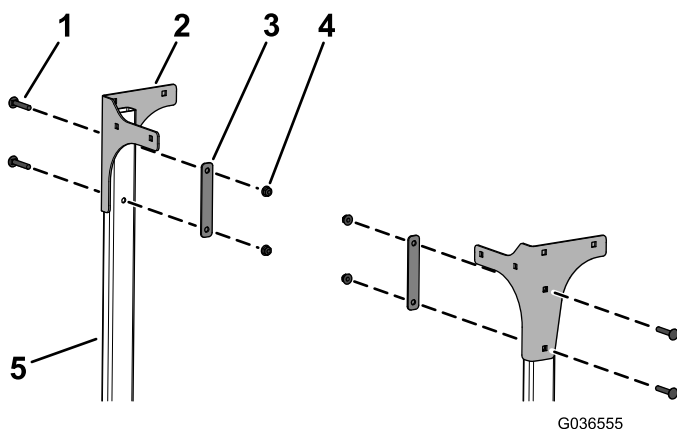

Figura 8
7. Instale sem apertar as placas traseiras esquerda e direita nas tubagens utilizando 4 parafusos de carroçaria (5/16 x 1 3/4''), 2 placas posteriores e 4 porcas flangeadas (5/16''), como se mostra na Figura 8.